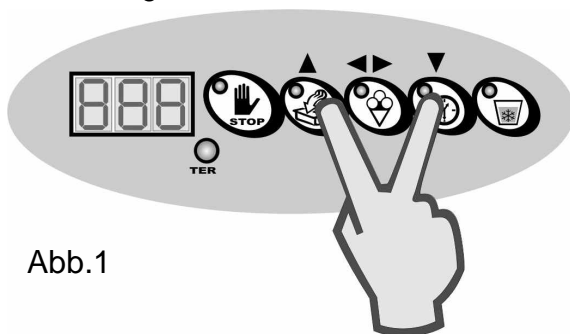
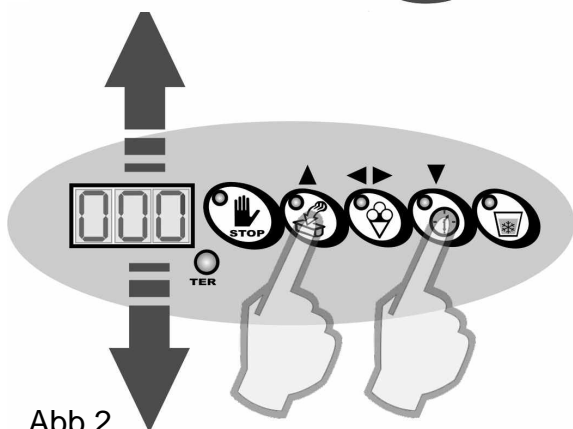

Abb.1
Abb.2
4. Gleichzeitig die Tasten "UP" und "DOWN" drücken, bis die Bildschirmseite Wahl der Passwort erscheint (Abb. 1). Das passwort eingeben, indem der Wert über die Tasten UP und DOWN (ABB.2) erhöht bzw. vermindert wird, dann drücken Sie BESTÄTIGEN, um das eingegebene Passwort zu bestätigen. Sollte das Passwort nicht bekannt sein, wenden Sie sich bitte an den Kundendienst der Frigomat.
6. Wenn keine Änderung am ausgewählten Schritt gewünscht wird, die Taste "Up" drücken, um direkt zum nächsten Schritt überzugehen. (Abb. 2)